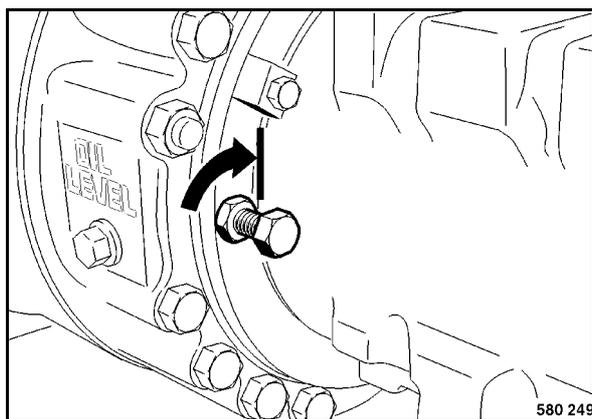

Рис. 115
- Снова ввинтить винты растормаживания (Рис. 115) до прилегания к поршню тормозного цилиндра.